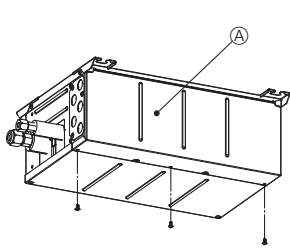
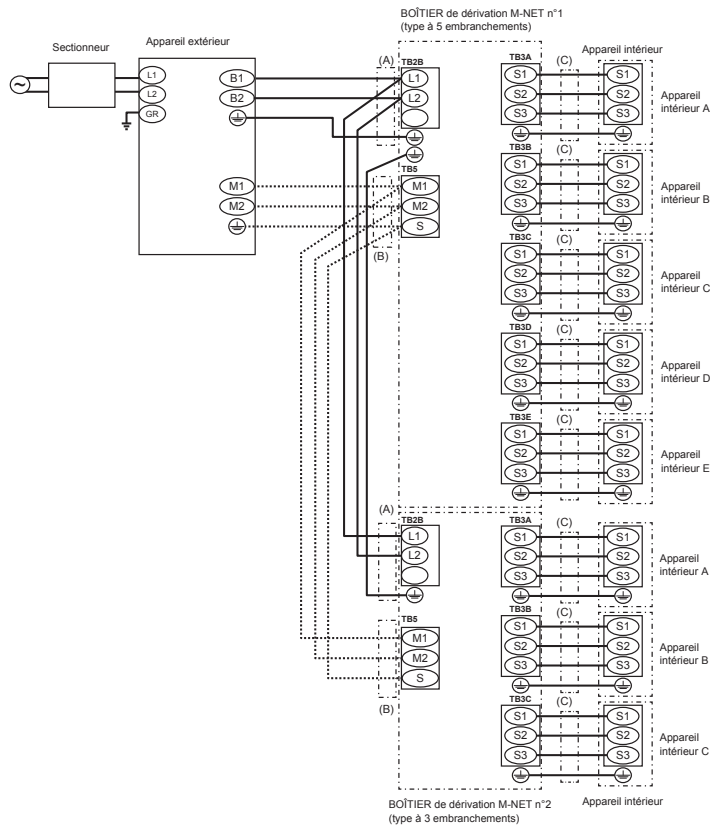

Fig. 8-1
Fig. 8-9
- (1) Retirez le capot électrique. (Fig. 8-1)
- (2) Retirez le capot de la tuyauterie.
- (3) Passez le câblage dans le boîtier de dérivation via la plaque de tuyauterie et attachez-le à l'aide de la plaque de tuyauterie. (Reportez-vous à 8.1.)
- (4) Raccordez fermement chaque fil sur le bornier approprié. (Fig. 8-9)
- (5) Réglez les commutateurs DIP. (Reportez-vous à 8.3.)
- (6) Remettez en place le capot électrique.
### 8.2. Procédure de câblage externe (Fig. 8-9)